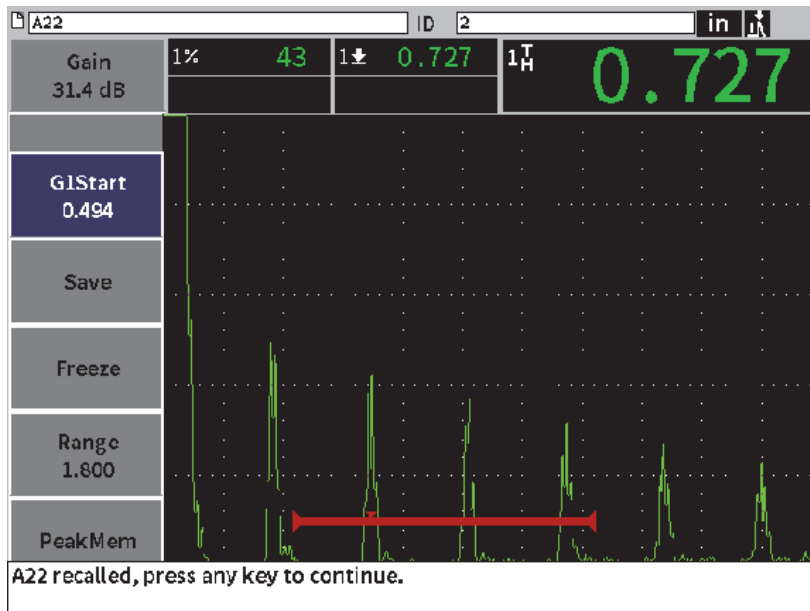

Abbildung 9-10 Abgerufene Dateidaten
2. Drücken Sie Enter, um die gespeicherten Daten auf der Live A-Bild-Anzeige anzuzeigen (siehe Abbildung 9-10 auf Seite 137).
Die angezeigte ID wird in der Dateianzeige angezeigt. Die Meldung „<filename> recalled, press any key to continue“ wird in der Meldungsleiste angezeigt (siehe Abbildung 9-10 auf Seite 137).